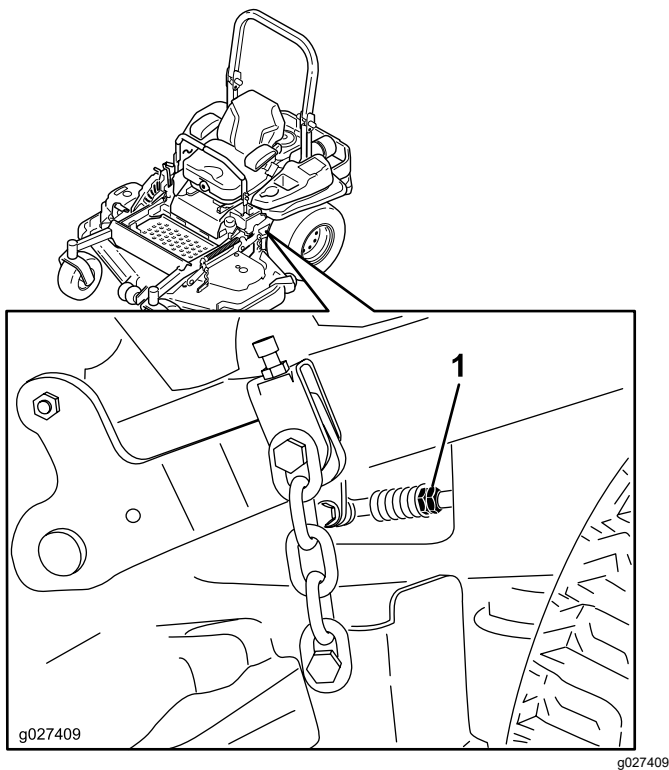

Figure 107
10. Réglez la longueur des tiges de pompes en tournant les doubles écrous dans le sens voulu jusqu'à ce que les roues tournent légèrement en marche arrière (Figure 107).